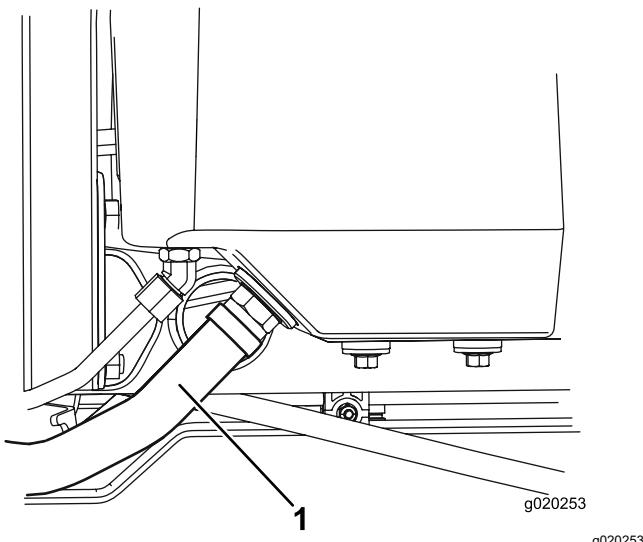

Figura 77
2. Scollegate il flessibile idraulico grande (Figura 77) dal serbatoio e lasciate fuoriuscire il fluido idraulico nella bacinella.